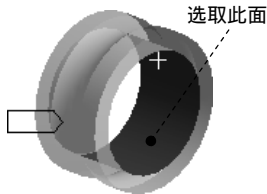

图 7.6.33 定义目标面
(2) 定义目标面。单击以激活 **Target** 后的文本框，选取图 7.6.33 所示的模型表面为目标面(两个面)，单击 **Apply** 按钮。